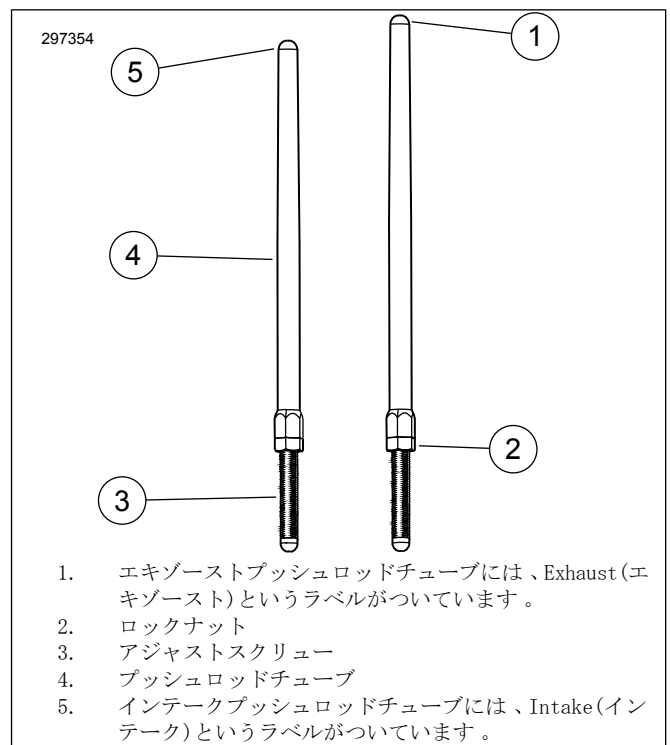

図3。アジャスタブルプッシュロッド
6. 図3を参照してください。すべてのプッシュロッドのロックナットを緩め、一番短い長さに調節します。